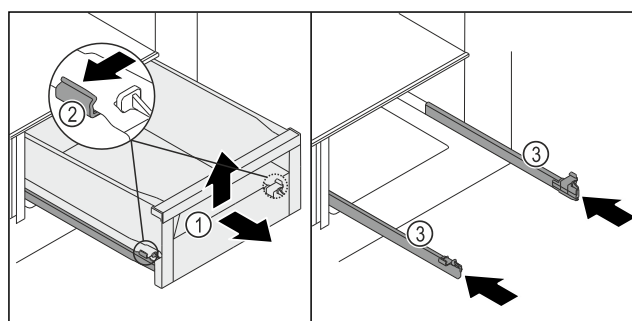

Fig. 129
- Estrarre il cassetto *Fig. 129 (1)* fino a battuta.
- Premere contemporaneamente e leggermente verso l'esterno il morsetto *Fig. 129 (2)* a sinistra e quello a destra sulle guide.
- Il cassetto *Fig. 129 (1)* si stacca dalle guide.
- Sollevare il cassetto *Fig. 129 (1)* anteriore.
- Estrarre il cassetto *Fig. 129 (1)* in avanti.
- Inserire le guide *Fig. 129 (3)*.